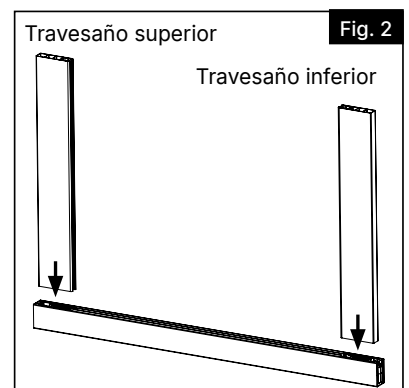

Fig. 2
- Instale el travesaño inferior y superior en la orientación mostrada (Fig. 2).